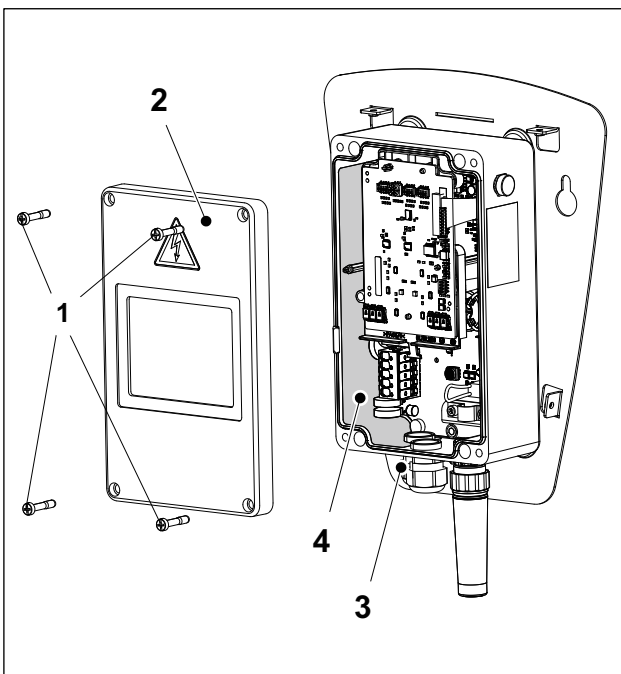

Abb. 4 Wallbox Sunbraincar, geöffnetes Elektronikgehäuse
1. Die vier Schrauben (Abb. 4/1) lösen und den Deckel des Elektronikgehäuses (Abb. 4/2) abnehmen.
2. Die Kabelverschraubung ESKV25 (Beipackzubehör) mit dem dazugehörigen Dichtring EADR25 (Beipackzubehör) in das Elektronikgehäuse einschrauben (Abb. 4/3) und festziehen (8 Nm).
5. Die Hinweise auf dem Aufkleber (Abb. 4/4) beachten und danach den Aufkleber an der Kabelführung durchstoßen.